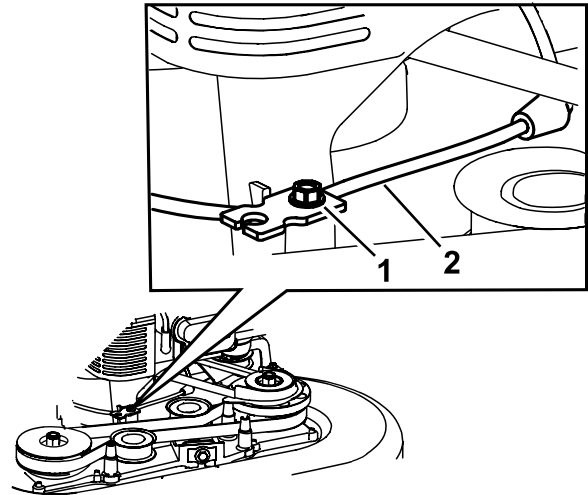

Bild 47
- Lösen Sie die Schraube an der Seilzugklemme (**Bild 47**).